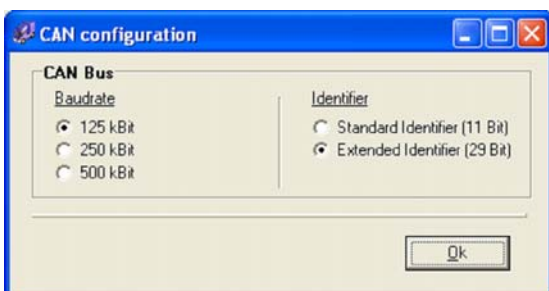

рис. 5 Диалоговое окно конфигурации CAN
-  – Щелкнуть по кнопке для открытия диалогового окна настройки конфигурации CAN (см. рис. 5).